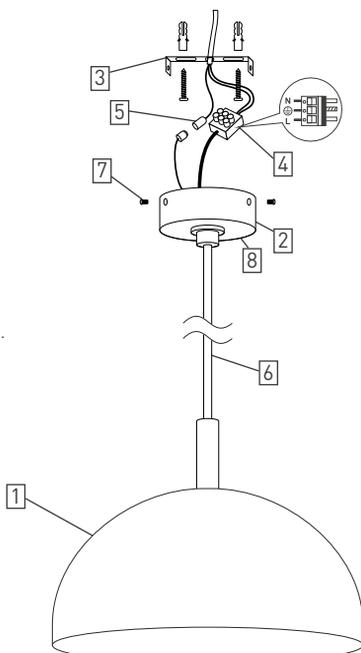

Рис. 2. Установка и подключение светильника
- 3.2. Открутите винты (7) и снимите монтажное основание (3), как показано на рис. 2.